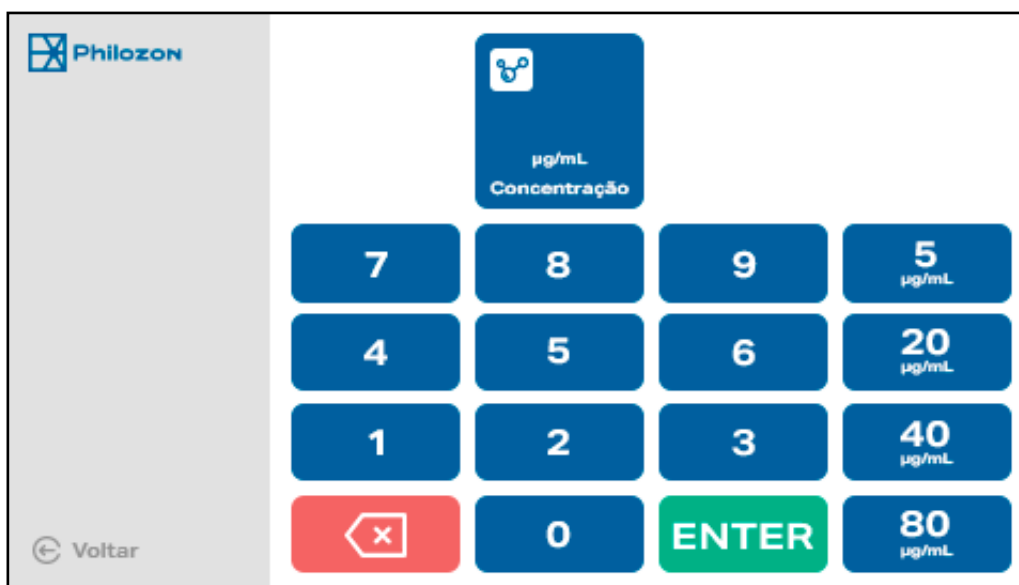

Figura 20 - Tela ajuste concentração
i) **Tempo:** proporciona a injeção de gás ozônio durante um tempo pré-estabelecido. Para operar, clicar no botão tempo e escolher o tempo desejado e confirmar na tecla ENTER, (Figura 20). Caso deseje desativar ajuste de tempo, basta selecionar o botão OFF.